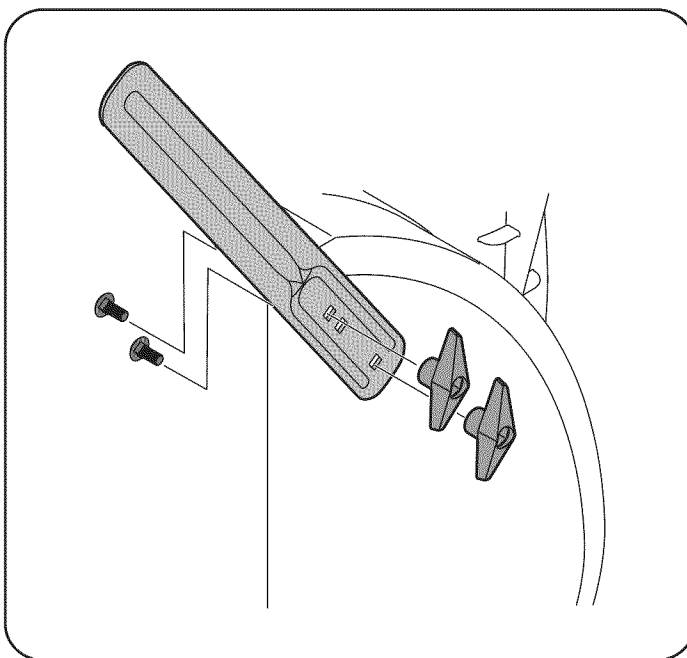

Figura 15
3. Acople los cortadores de desplazamiento de nieve con los tornillos y los pomos de mariposa de seguridad en el exterior de la caja de la barrena como se muestra en la Figura 15.